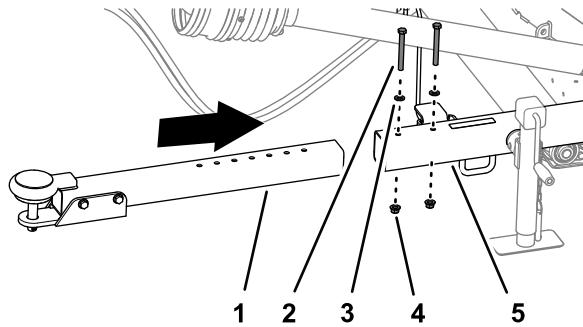

Bild 6
1. Entfernen Sie die beiden Sicherungsbundmuttern, zwei Kopfschrauben und zwei Unterlegscheiben, mit der das Anbauvorrichtungsrohr am Aufnahmehrohr befestigt ist (Bild 6).